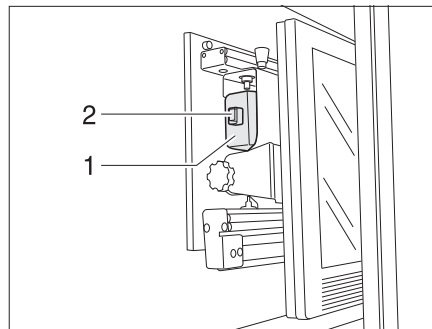

Bild 8 Fäste i TV-skåp
- Vrid TV-apparaten till utgångsläget (Bild 8), lås vid behov läget.
- Skjut fästet för den platta bildskärmen bakåt med hjälp av handtaget (Bild 8,1). Spärren (Bild 8,2) hakar i.